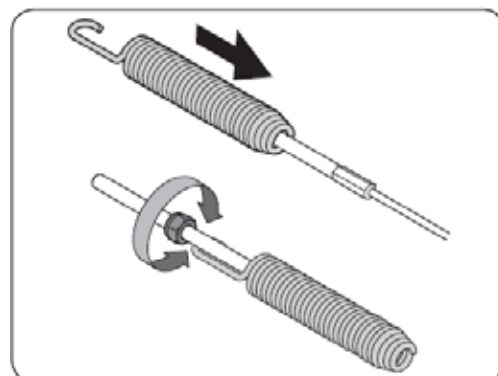

Рис. 15
2. Переместите пружину вверх по тросику для обнажения соединительной резьбы и фиксирующей гайки (См. Рис. 15).
4. Если регулируется тросик шнека, вращайте гайку наружу в направлении к концу резьбы для изменения длины тросика при необходимости остановить вращение шнека, когда рычаг управления шнеком отпущен (См. Рис. 15).